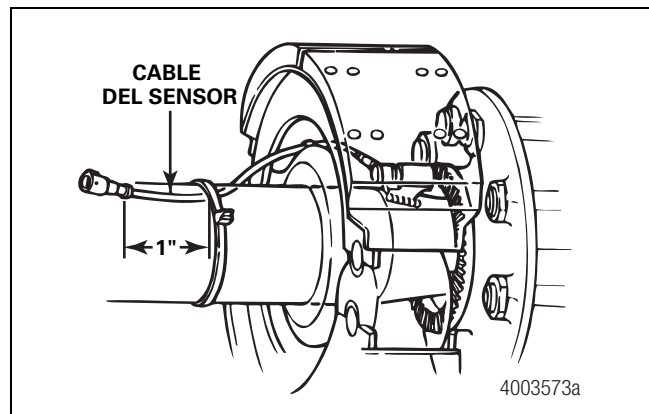

Figura A-2
4. Dirija el cable del sensor hacia la cámara del freno, por encima de la cruceta del freno o a través del orificio preestampado para los sensores del ABS. Dirijalo a la parte de atrás del eje. Asegure el cable al eje entre la cruceta del freno y los soportes de la suspensión. Continúe llevando el cable del sensor detrás de los asientos de los resortes. Asegure el cable al eje a una pulgada del tapón moldeado del sensor. Figura A-2.